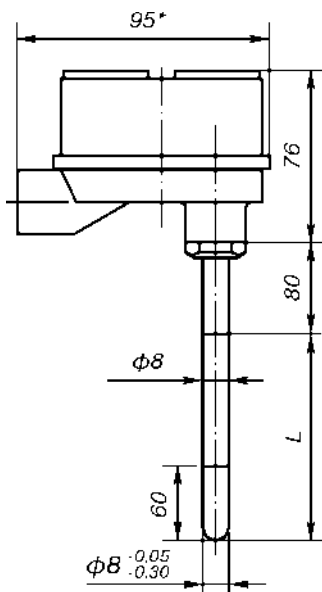

Рис. 1.
- 40...1000°C - для ТХА Метран-251 (рис.1, 2, 8).
ост. см. рис. 1
ост. см. рис. 1.